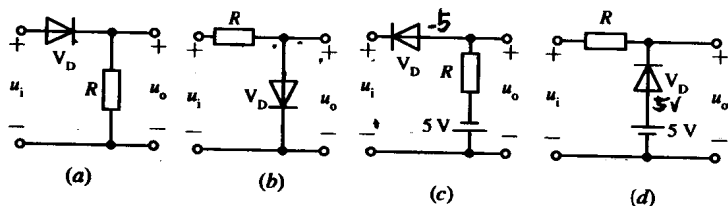

图 1-5 题 14 图
14. 二极管电路如图 1-5 所示, 已知输入电压 $u_i = 30 \sin \omega t \text{ (V)}$; 二极管的正向压降